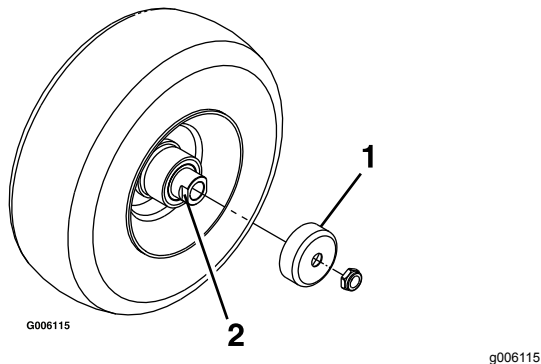

Figura 36
4. Remova os resguardos do vedante do cubo da roda (**Figura 36**).